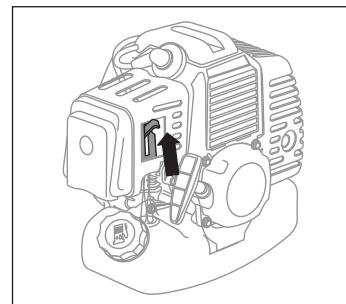

Рис. 9
4. Переведите рычаг воздушной заслонки в верхнее положение – || «Закрыто» (рис. 9).
6. Переведите рычаг воздушной заслонки (рис. 9) в нижнее положение || «Открыто».